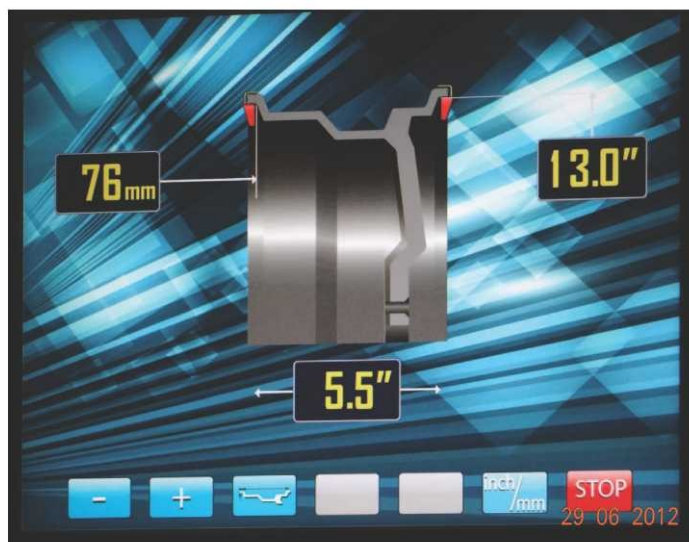

рис.10.2.
При включении питания СБ автоматически устанавливаются исходные параметры « d » и « b », записанные в памяти СБ, которые можно проконтролировать нажимая кнопку A, d, b кнопка 3 на рис.10.2.
конце рукоятки к месту установки корректирующих грузов на внутренней стороне диска (см. рис. 10.1) и удерживать штангу в этом положении до появления звукового сигнала, после чего возвратит штангу в исходное положение. При этом экран основного рабочего режима сменится на экран ввода геометрических параметров колеса рис.10.2.
В этом режиме функционируют кнопки «-» и «+» для ввода ширины диска, а также для коррекции диаметра диска и дистанции от корпуса СБ до колеса, если требуется их ручная коррекция. Переключение кнопок «-» и «+» для коррекции диаметра и дистанции осуществляется кнопкой A,d,b (кнопка 3 рис.10.2), при этом корректируемая величина выделяется красным цветом, кроме того кнопка A,d,b позволяет перейти к экрану ввода геометрических параметров из экрана основного рабочего режима.
11.2.1. Введите геометрические параметры колеса как описано в п. 10.2 или 10.4. На экране ввода геометрических параметров отображается стандартная балансировка грузами на пружинках рис.10.2 или 10.4..